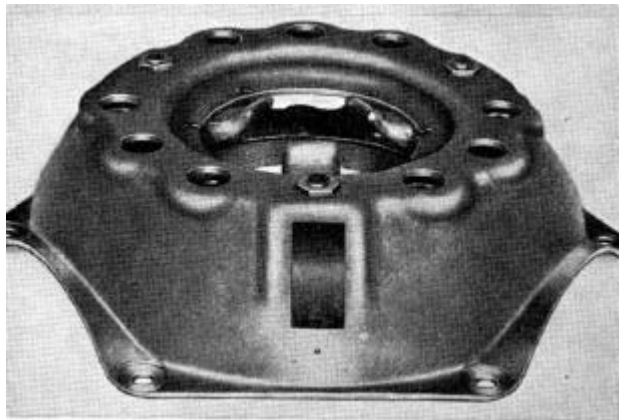

Abb. 9 Kennzeichnung von Kupplungsdeckel und Druckplatte
1. Kupplung wie in Abb. 9 kennzeichnen, wenn dies nicht schon früher erfolgt ist (s. Ausbau Punkt 6).